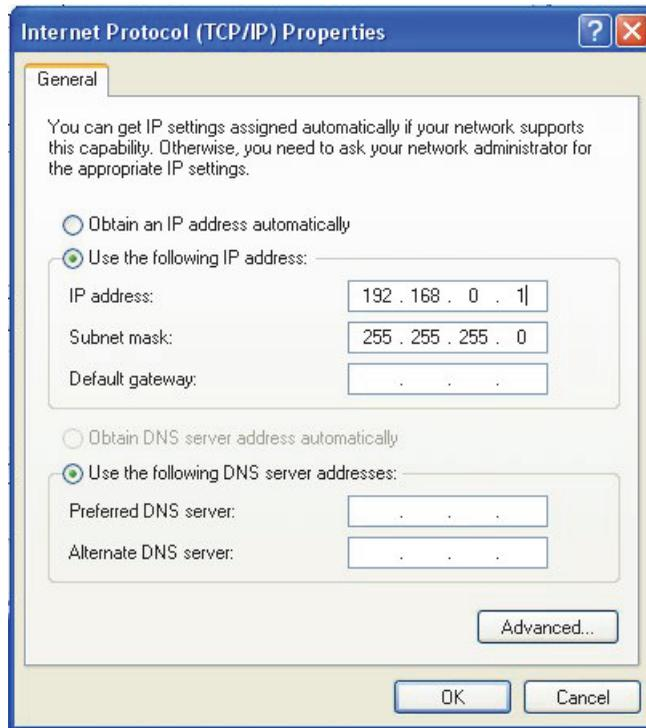

Figure 7-9 Boîte de dialogue Internet Protocol (TCP/IP) Properties (Windows XP)
7. Dans la boîte de dialogue **Propriétés de Internet Protocol (TCP/IP)**, sélectionnez **Utiliser l'adresse IP suivante** (voir la Figure 7-9 à la page 221).